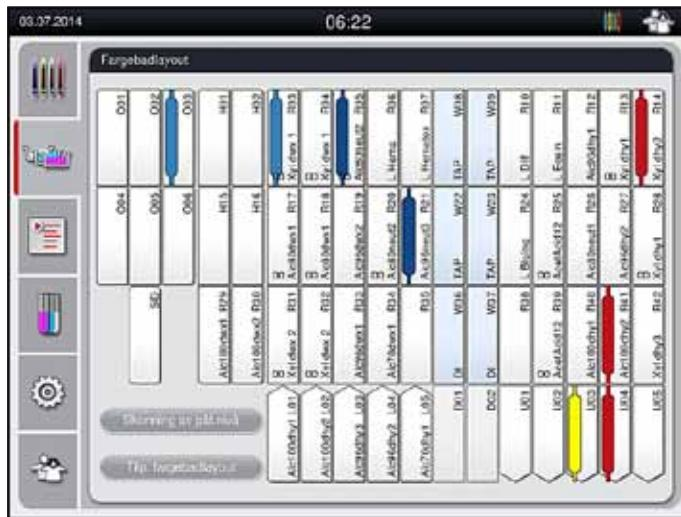

Fig. 83
8. Håndtaksfargen som registreres, vises i fargebadlayouten ved den aktuelle stasjonen sammen med forkortelsen for det tilordnede programmet (→ "Fig. 83").
- Fargebadlayout med stasjonsdetaljer (→ "Fig. 83").